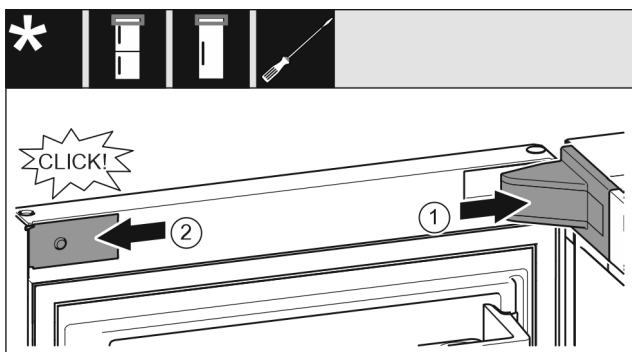

Fig. 27
- ▶ Nasadte kryt ložiskovej konzoly Fig. 27 (1) a zaklapnite, príp. opatrne roztláčajte.
- ▶ Nasadte kryt Fig. 27 (2) z boku a zaklapnite ho.